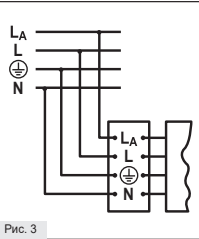

Рис. 3
- 1.5. Присоедините концы кабеля к позициям L_A, L, N, ⊕ в клеммной колодке (Рис. 3).